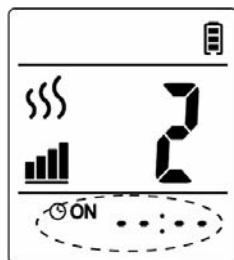

Abb. 3-1
1. Drücken Sie die Taste **TIMER ON**. Auf dem Display wird **ON ---:--** angezeigt (siehe Abb. 3-1).